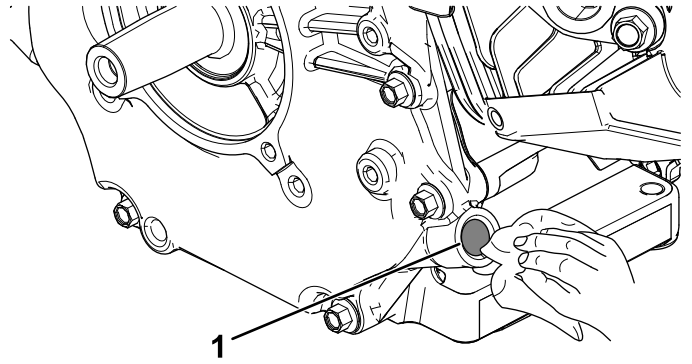

Figura 7
3. Limpie a fondo el orificio del tubo donde se instalará el tubo de la varilla (Figura 7).